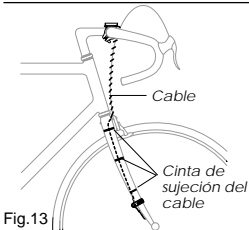

Fig.13
- Asegure el cable con cinta como muestra la Fig. 13. Enrolle el cable alrededor del cable exterior del freno hasta el manillar. Al ajustar la longitud, asegúrese de que el cable no entorpece el movimiento del manillar.